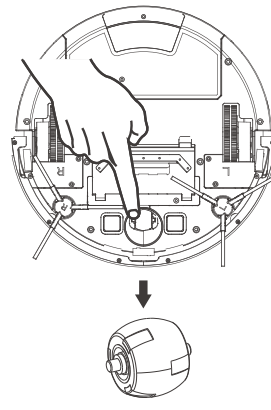

Figure 2
- Enlevez la roue de tête avec un tournevis, nettoyez les poils dans la cavité de la roue et l'essieu deux fois par semaine (Voir figure 2).